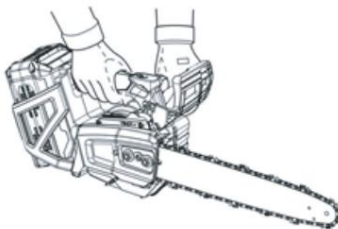

Fig 3
- Hold maskinen fast med begge hænder (fig. 3), med højre hånd på det bagerste håndtag og venstre hånd på det forreste håndtag, når enheden er i drift. Brug et fast greb med tommelfingre og fingre omkring motorsavens håndtag. Et fast greb